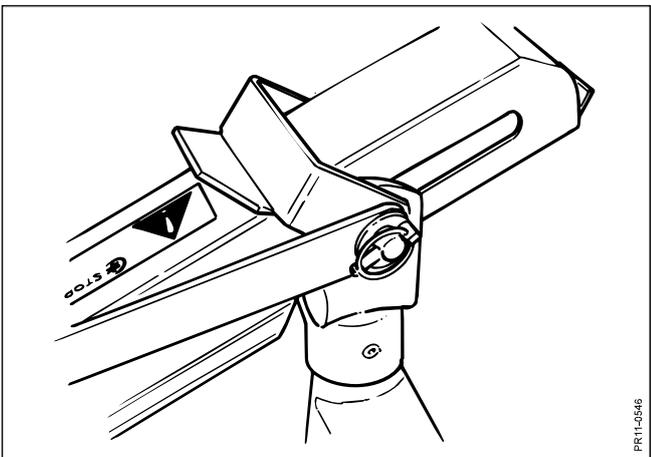

Fig. 2-8
- Fig. 2-8:** Die Maschine ist auch mit einer Parkenverriegelung (gelb) ausgerüstet, die nach hinten gekippt werden soll, bevor in dem Feld gefahren wird.